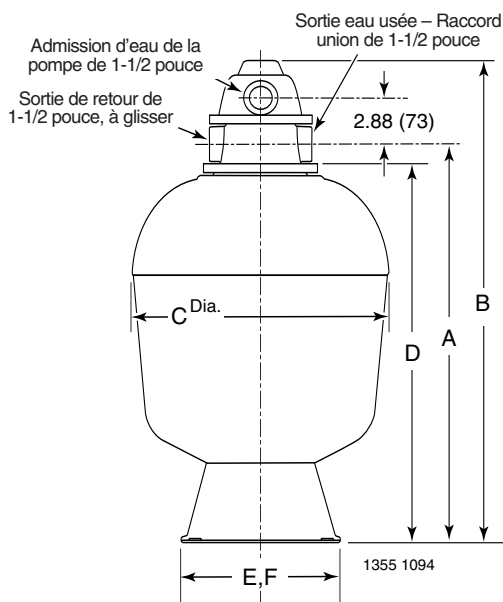

Fig. 1: Dimensions, T-150BP-1
- assurer suffisamment d'espace et d'éclairage pour un accès facile lors des entretiens périodiques. (Voir la Figures 1 et 2 et le Tableau 2 à la page 4 pour les dégagements exigés.)